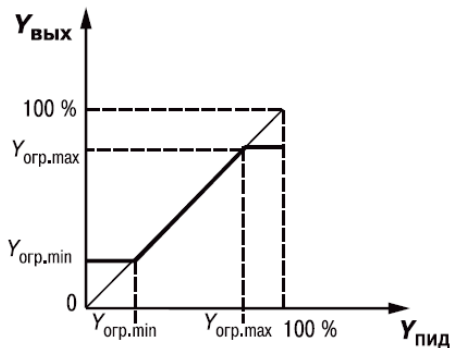

Рисунок 3.9
- максимальный $Y_{\text{огр.max}}$ и минимальный $Y_{\text{огр.min}}$ (рисунок 3.9).